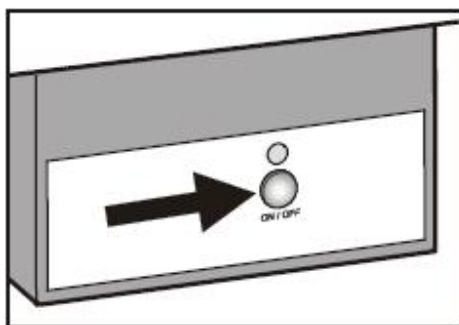

FIGURA 22
- Pressione o botão **ON/OFF** no *icemaker* (Figura 22) por aproximadamente 3 segundos. O LED acima começa a piscar.
O *icemaker* também pode ser ligado e desligado através do botão **ON/OFF** localizado na parte frontal do compartimento do *icemaker* (Figura 22).